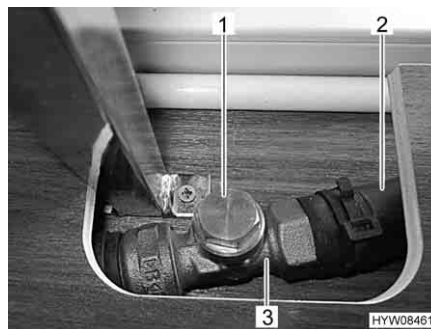

Fig. 80 Valvola aperta
- Afferrare la tubatura di bypass (Fig. 80,2) dietro la valvola (Fig. 80,3). Il tubo flessibile deve essere tiepido.
- Se il tubo flessibile non è tiepido, controllare la regolazione della valvola. Se la valvola è chiusa, ruotare il coperchio della valvola (Fig. 80,1) in senso antiorario.